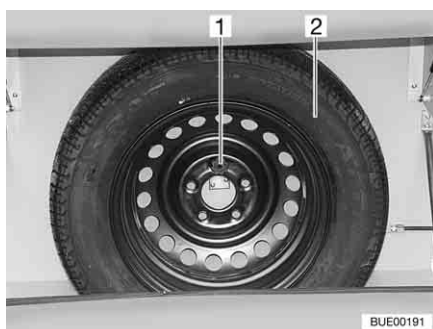

Fig. 212 Etrier de roue de secours
L'étrier de roue de secours est monté dans le coffre à gaz. La roue de secours (Fig. 212,2) est disponible moyennant supplément.
- Desserrer la vis (Fig. 212,1).
- Déposer la roue de secours (Fig. 212,2).